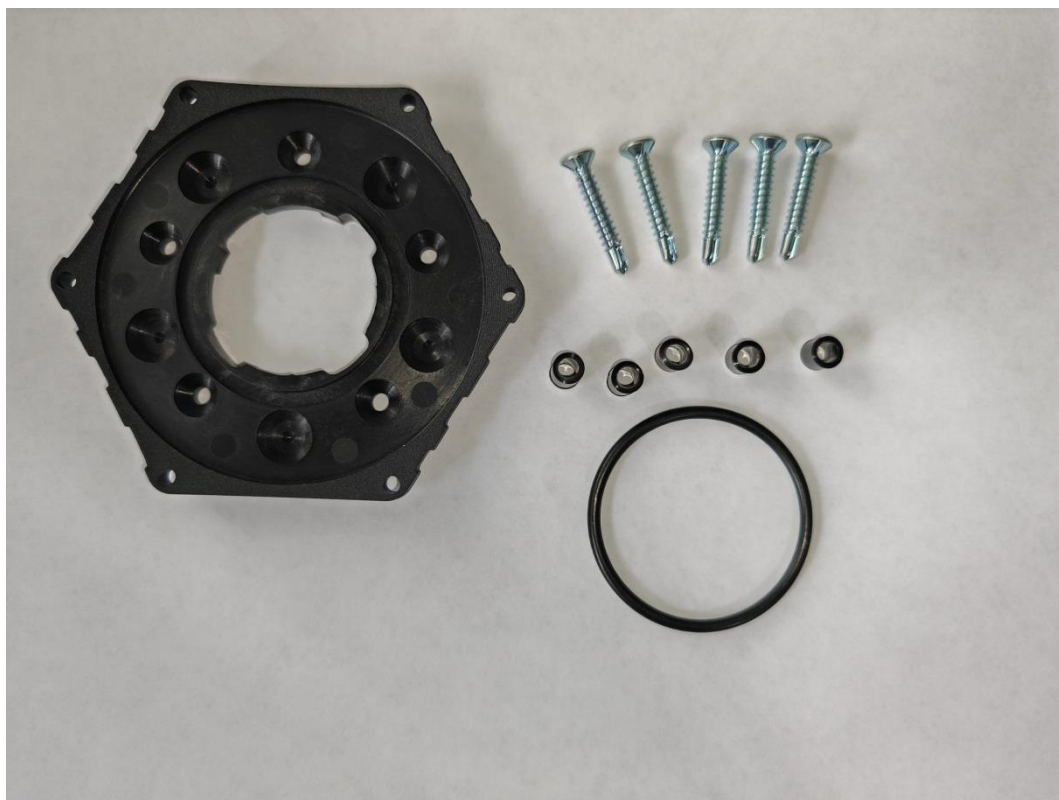

Рис. 1.4. Монтажный комплект eurosens DTS BT
- монтажный комплект - (рис. 1.4).